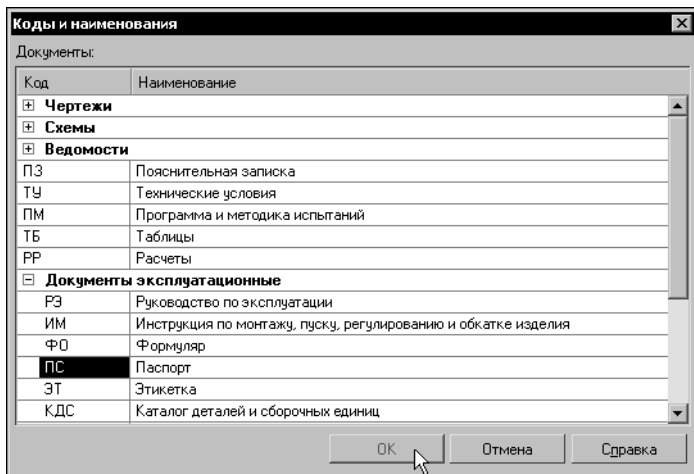

Рис. 12.3. Выбор кода и наименования
- 8.3. В появившемся диалоге раскройте раздел **Документы эксплуатационные**, выделите код *ПС* и нажмите кнопку **ОК** (рис. 12.3).